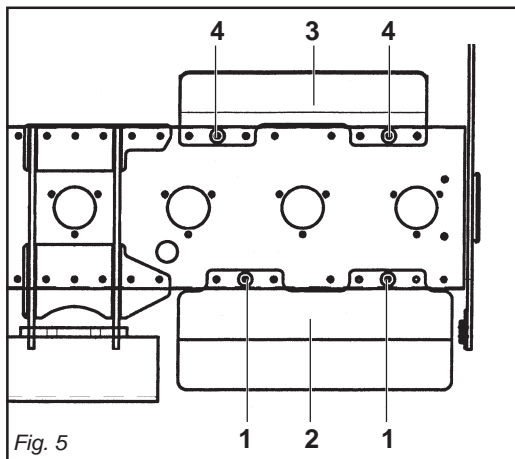

Fig. 5
- Mediante le viti e i dadi (1 Fig. 5) montare la protezione anteriore (2 Fig. 5) sugli appositi fori predisposti nel telaio. Montare la protezione posteriore (3 Fig. 5) con le viti e i relativi dadi (4 Fig. 5). Posizionandole una a destra e una a sinistra il più esterno possibile ai corpi laterali della trasmissione. Per ottenere le migliori prestazioni della macchina, seguire attentamente quanto di seguito riportato.
- Fit the front protection (2 Fig. 5) into the relative holes in the frame using the bolts and nuts (1 Fig. 5). Assemble the rear protection (3 Fig. 5) with the bolts and relative nuts (4 Fig. 5). Position them one on the right and one on the left, as far away from the side transmission units as possible. Strictly comply with the following instructions to achieve the best performances.
- Mit den Schrauben und Muttern (1 Abb. 5) den vorderen Schutz (2 Abb. 5) an den am Gestell vorhandenen Löchern befestigen. Den hinteren Schutz (3 Abb. 5) mit den entsprechenden Schrauben und Muttern (4 Abb. 5) montieren. Ordnen Sie einen rechts und einen links an, so weit außen wie möglich im Bezug zu den seitlichen Antriebskörpern. Um die besten Leistungen des Gerätes zu erhalten, immer die folgenden Anleitungen beachten.
- Monter la protection avant (2 Fig. 5) à l'aide des vis et des écrous (1 Fig. 5) sur les trous prévus sur le châssis. Monter la protection arrière (3 Fig. 5) avec les vis et les écrous (4 Fig. 5). Placez-les une à droite et l'autre à gauche, le plus possible à l'extérieur des corps latéraux de transmission. Pour obtenir les meilleures performances de votre appareil respectez attentivement les instructions ci-après.
- Utilizando los tornillos y las tuercas (1 Fig. 5) montar la protección delantera (2 Fig. 5) en los respectivos agujeros previstos en el bastidor. Montar la protección trasera (3 Fig. 5) con los tornillos y las respectivas tuercas (4 Fig. 5). Posicionando una a la derecha y una a la izquierda, lo más externo posible respecto a los cuerpos centrales de transmisión. Para obtener las mejores prestaciones del equipo, seguir las siguientes instrucciones.